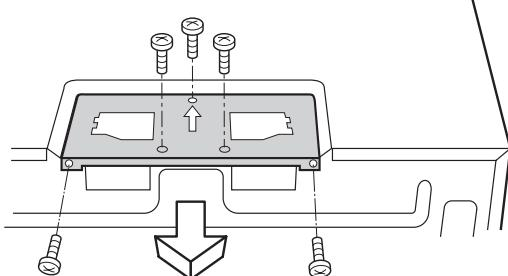

Figura 7
1. Retire 2 tornillos del borde posterior y 3 tornillos de la parte superior central del soporte de la cubierta del ventilador. Guarde 2 tornillos para usarlos luego y descarte los 3 restantes. Retire el soporte de la cubierta del ventilador deslizándolo en la dirección contraria de la flecha que aparece en el soporte, como se muestra en la Figura 7.